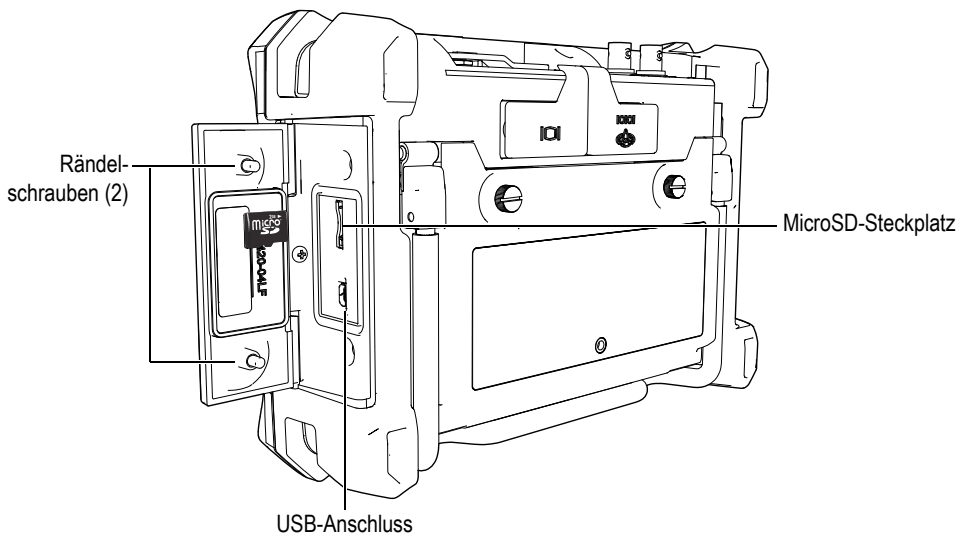

Abbildung 1-12 Seitenklappe
- Die beiden Rändelschrauben der Seitenklappe lösen, dann die Seitenklappe des EPOCH 600 öffnen (siehe Abbildung 1-12 auf Seite 28).
4. Die Karte vorsichtig in den Steckplatz einschieben und einklicken lassen (siehe Abbildung 1-12 auf Seite 28).